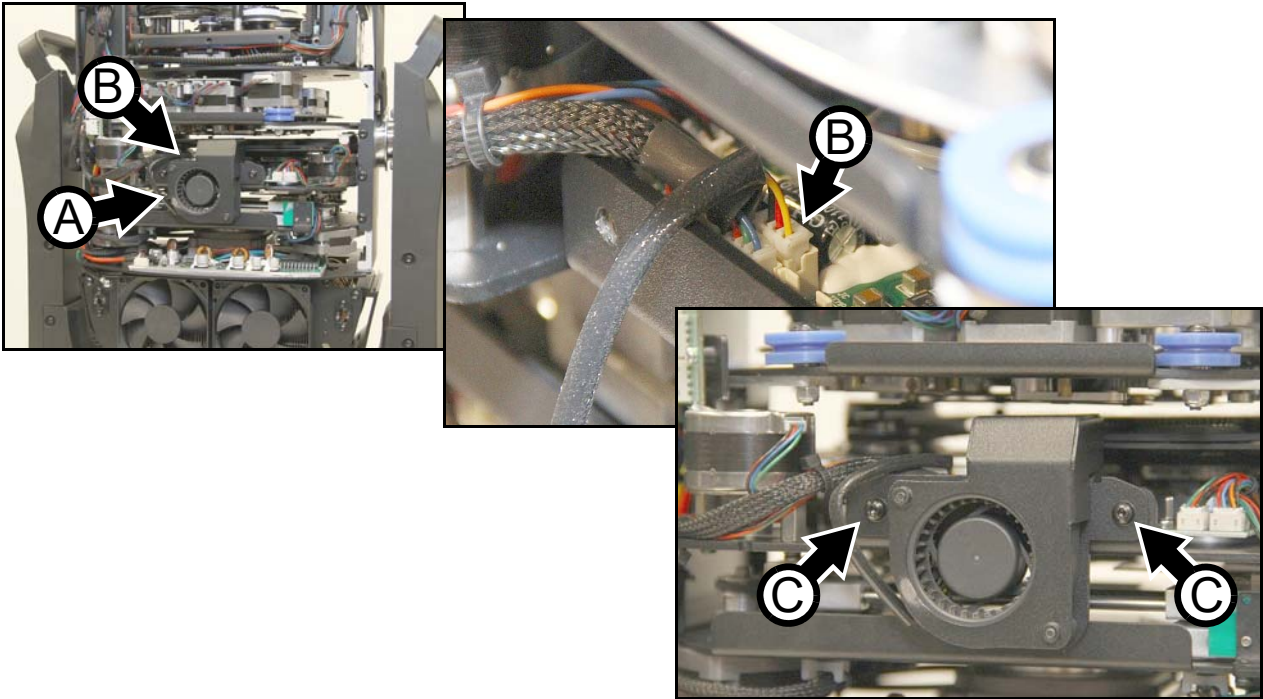

Bild 11: Entfernen des Lüfters des Effektmoduls
2. Siehe Bild 11. Positionieren Sie den Kopf so, dass der Effekt-Kühlkörper A sich Ihnen gegenüber befindet. Sie schauen jetzt auf den unteren Teil des Kopfes.